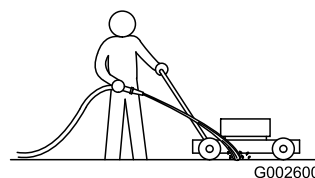

Figura 34
- Com o motor a funcionar numa superfície pavimentada lisa, deixe correr água em frente da roda traseira **direita** (Figura 34).